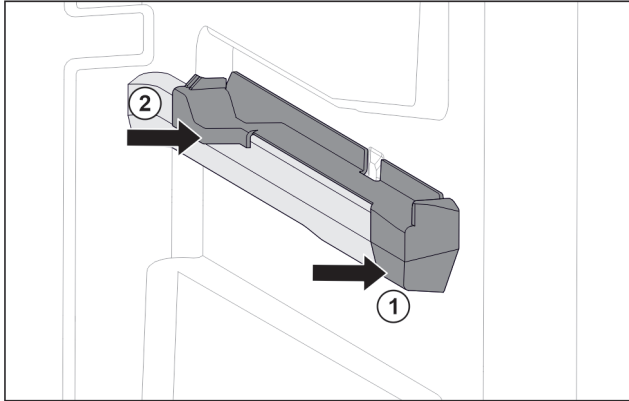

Fig. 79 Aufsteckteil auf der rechten Behälterrippe
- ▶ Aufsteckteil vorne an Behälterrippe ansetzen. Fig. 79 (1)
- ▶ Aufsteckteil hinten andrücken. Fig. 79 (2)